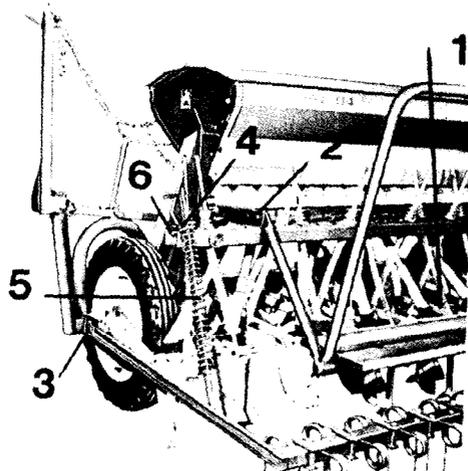

Abb. 35
1. Die Schienen des Eggenrahmens auf die Bolzen (Abb. 35/3) stecken und mit Splint sichern (links und rechts).
2. Die mitgelieferten Laschen (Abb. 35/4) durch je zwei Schrauben auf der Lochschiene befestigen (links und rechts).
3. Druckstange mit Feder (Abb. 35/5) durch die Lasche (Abb. 35/4) stecken und mit Federvorstecker (Abb. 35/6) sichern (links und rechts).
1. Tragrohr (Abb. 35/1) an das Rahmenmittelblech mit Schrauben anbringen.
2. Rohr (Abb. 35/2) am Rahmen links und rechts durch Schrauben befestigen.